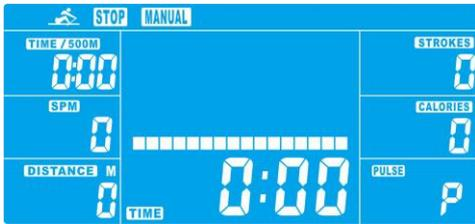

Figure2
4.3 Appuyer sur le bouton UP (augmenter) ou DOWN (diminuer) pour saisir la valeur cible de TIME (temps)/DISTANCE, CALORIES, PULSE (pulsations) et appuyer sur ENTER pour confirmer. (Figure 2) (le temps et la distance ne peuvent pas être présélectionnés en même temps).